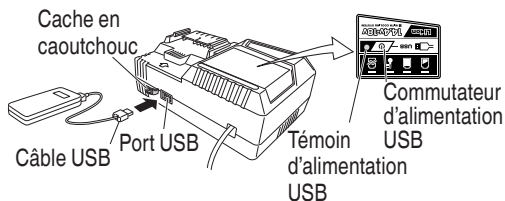

Fig. 4
- (2) Mettez le commutateur d'alimentation USB sur marche (Fig. 4)
- (3) Connectez le câble USB. (Fig. 4)
- Mettez le commutateur d'alimentation USB sur arrêt et débranchez le câble d'alimentation de la prise électrique. (Fig. 4)